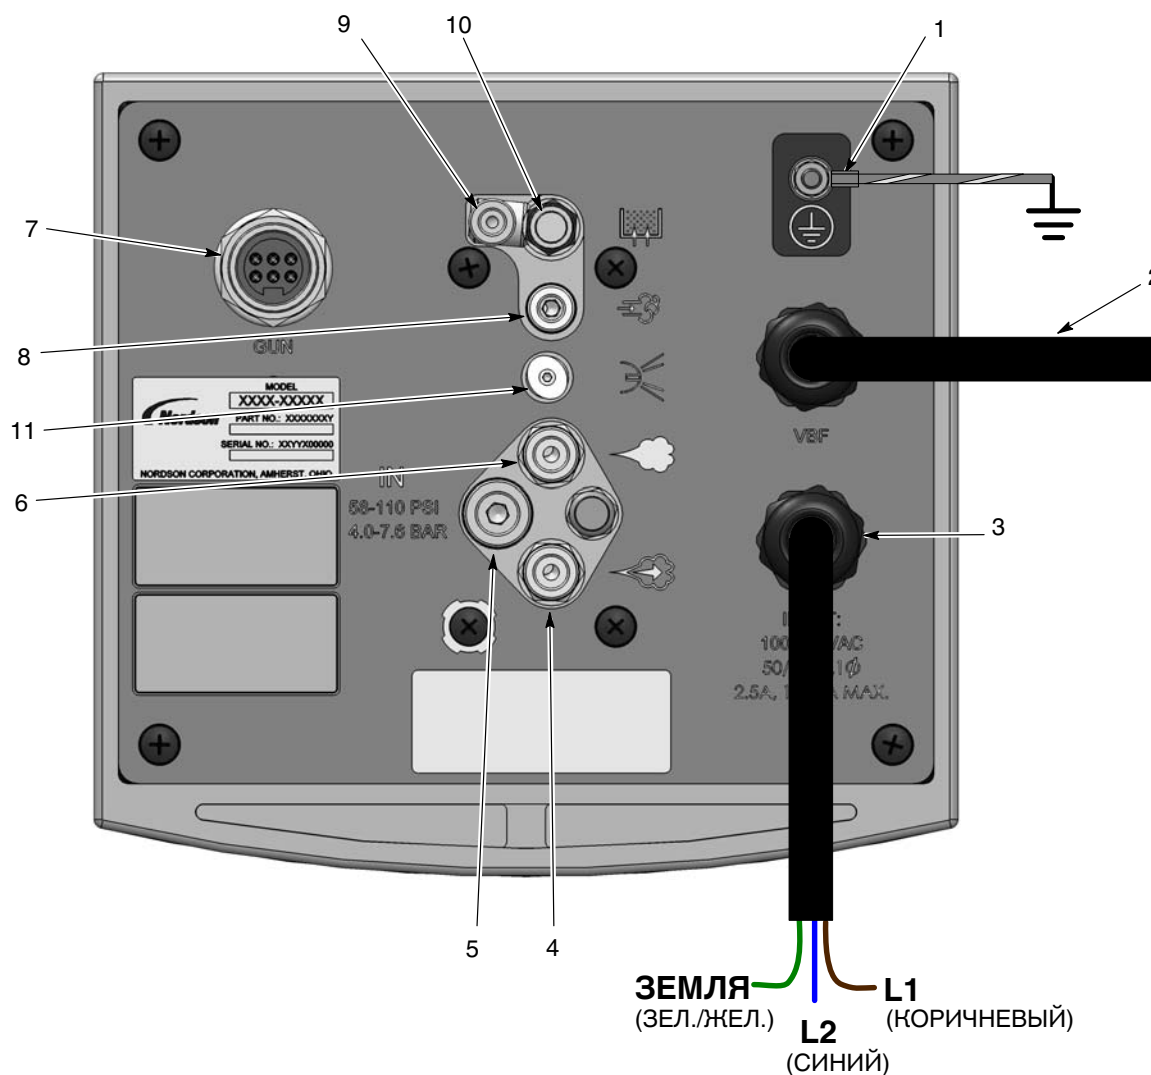
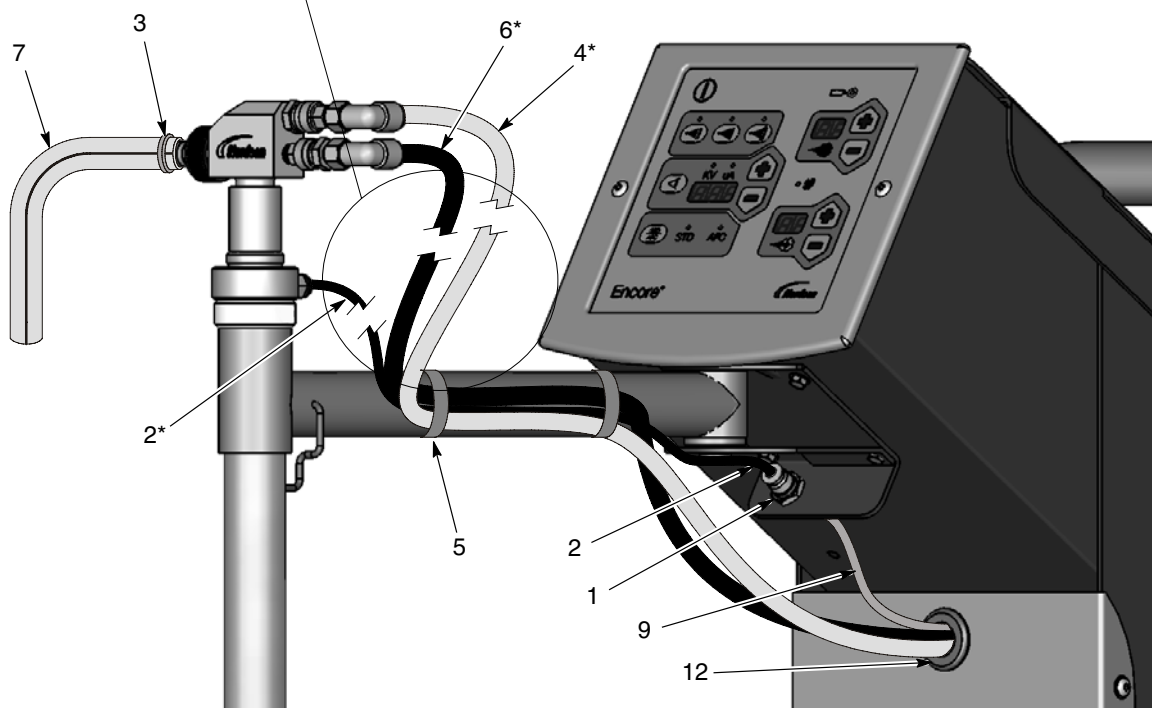
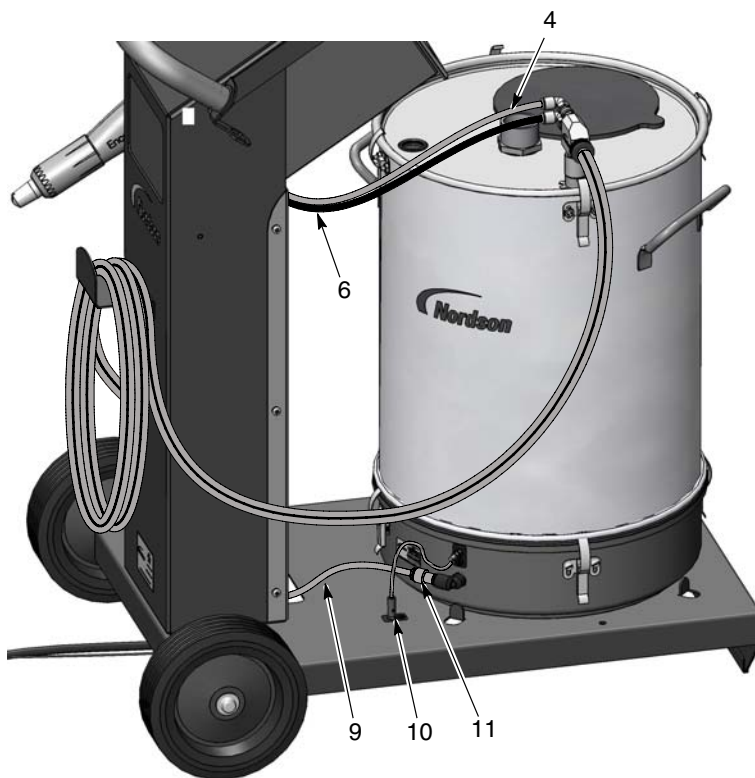

Рис. 3-4 Соединения блока управления распылителем Encore LT
Рис. 3-8 Монтаж всасывающей трубки и насоса распылителя Encore LT
Рис. 3-9 Передвижная система Encore LT с бункерным питателем — монтаж питателя и насоса
7. См. рис. 3-4. Вставить более короткие шланги в блок управления:
- Синий 8-мм пневмошланг распыла (4)
- Черный 8-мм пневмошланг дозирования (6)
- Синий 6-мм пневмошланг псевдооживления (9)
8. См. рис. 3-8. Пропустить пневмошланги (4, 6, 9) сквозь втулку в передней панели колонки тележки, как показано на рисунке.
- синий 8-мм пневмошланг распыла (4) к верхнему ниппелю насоса
- черный 8-мм пневмошланг дозирования (6) к нижнему ниппелю насоса
- синий 6-мм пневмошланг псевдооживления (9) к переходнику перегородки (1)
- черный 6-мм пневмошланг псевдооживления (2) к переходнику и всасывающей трубке
- порошок шланг (7) к насосу – закрепить хомутом (3)
3. См. рис. 3-4. Вставить в блок управления следующие пневмошланги:
4. См. рис. 3-9. Пропустить пневмошланг распыла (4) и пневмошланг дозирования (6) сквозь втулку (12) в передней панели колонки тележки.
5. Пропустить шланг псевдооживления (9) через колонку и выпустить с нижней стороны спереди.
7. Установить насос (7) на крепление насоса (5) легким вращательным движением. Подсоединить к насосу пневмошланги псевдооживления и распыла, как показано на рисунке.